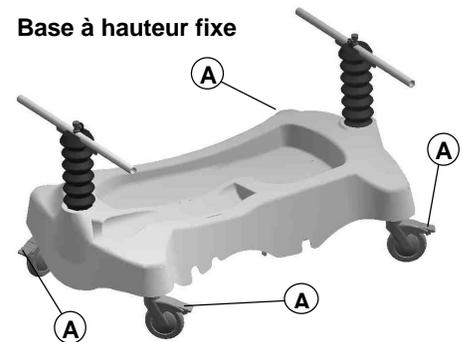

Figure 2.2
- ___ Lubrifiez au besoin les points de lubrification illustrés à la figure 2.2 de la page 12 du Manuel d'entretien.